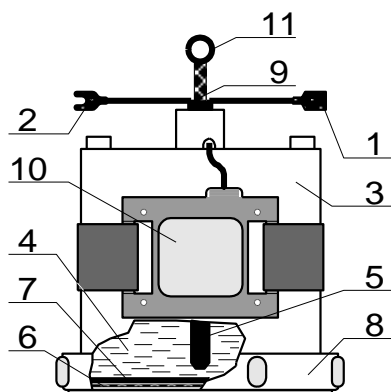

Рис. 1
4.1 Электрод (рис.1) состоит из пластмассового корпуса (3), заполненного электролитом (4), стержня из меди (5), соединенного проводником с наконечником (2), ионообменной мембраны (6), датчика потенциала (10), соединенного проводником с наконечником (1) и экранирующей оплетки с наконечником (11)*.